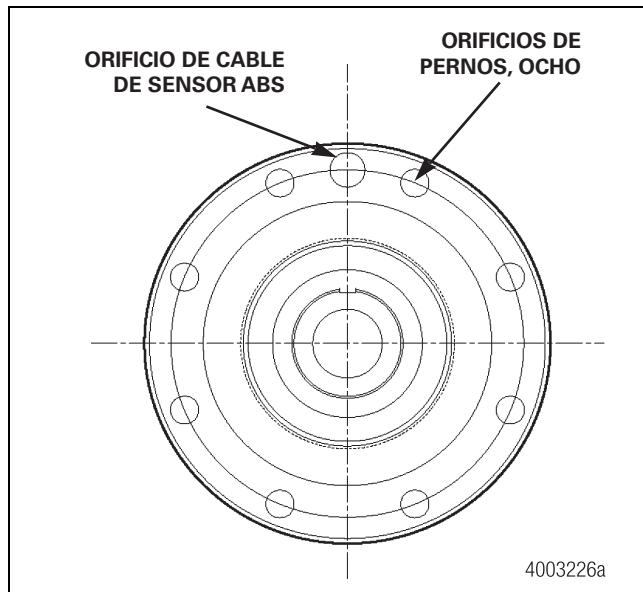

Figura 6.27
- **En bridas de nueve orificios:** Fije el freno instalando tornillos del diámetro correcto, de 5/8 de pulgada (15.875 mm) a través de los ocho orificios de 0.656 de pulgada (17 mm). Apriete los tornillos a 180-230 lb-pie (244-312 N•m). Figura 6.27.